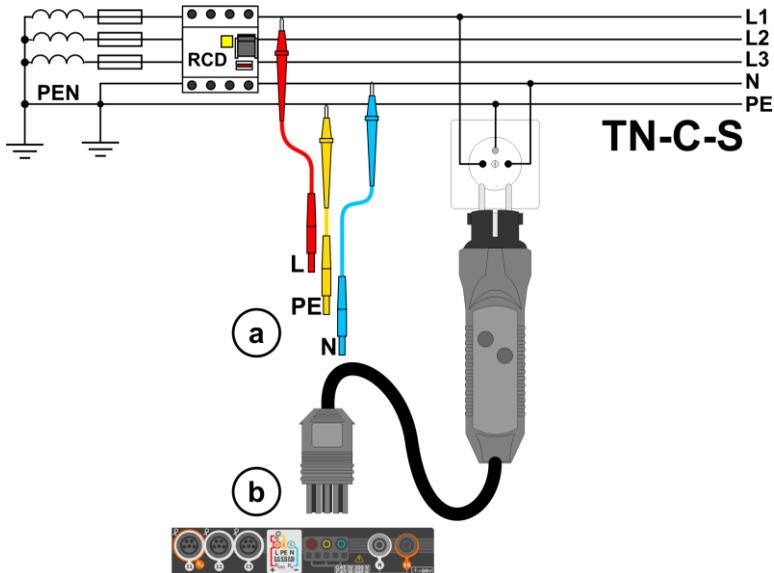

Fig. 3.5 Medición en el sistema TN-C-S
- 1 Conectar los cables de medición según la Fig. 3.3, Fig. 3.4 o Fig. 3.5.